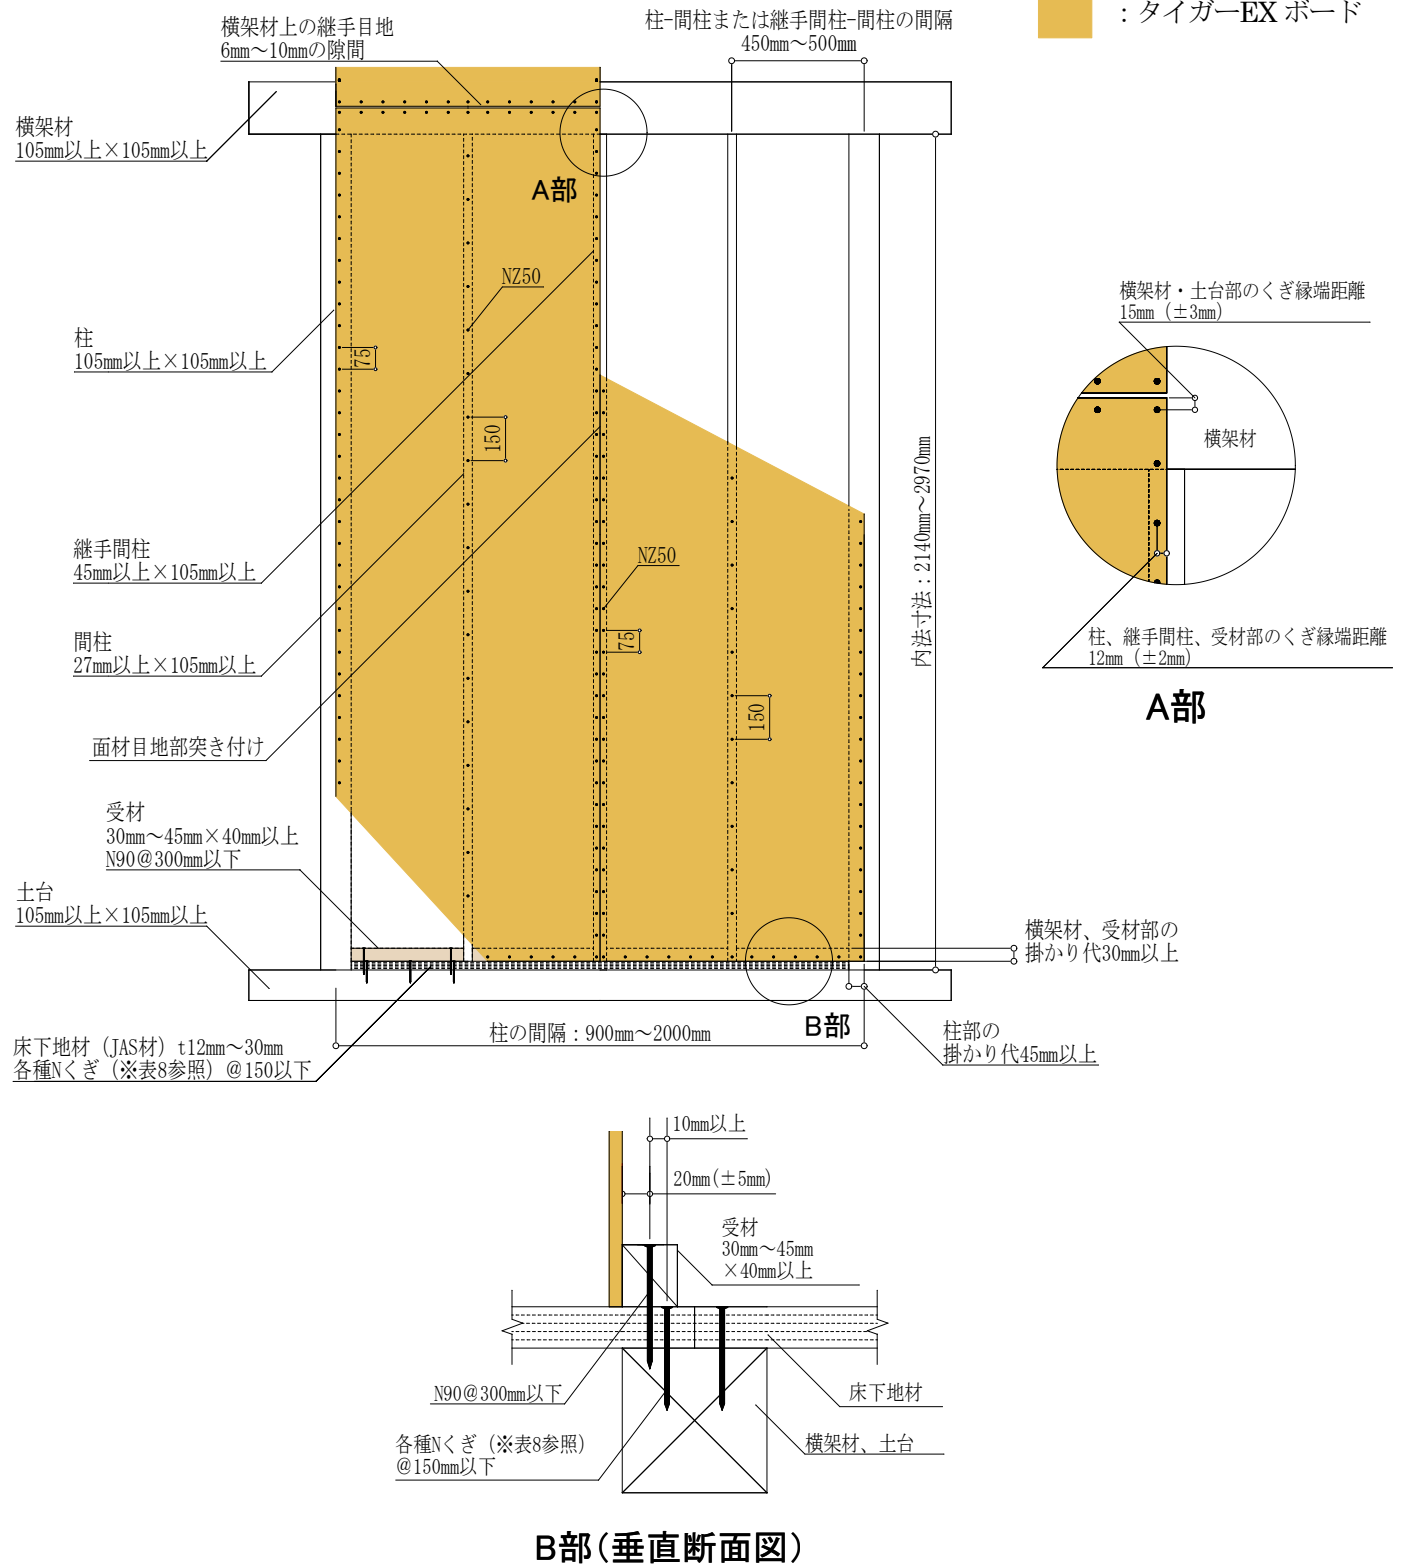

図7 床勝ち仕様 (FRM-0594 : 2.2倍) 施工概略図 (2Pの場合)
施工においては、図7および注意事項に記載の内容を遵守してください。
- ・タイガーEX ボードは、原則1枚張りとし、縦継ぎ張りについては、P24「⑧縦継ぎ張りについて」をご確認ください。
- ・図7は2Pの施工例となっておりますが、1Pの場合も耐力壁とできます。